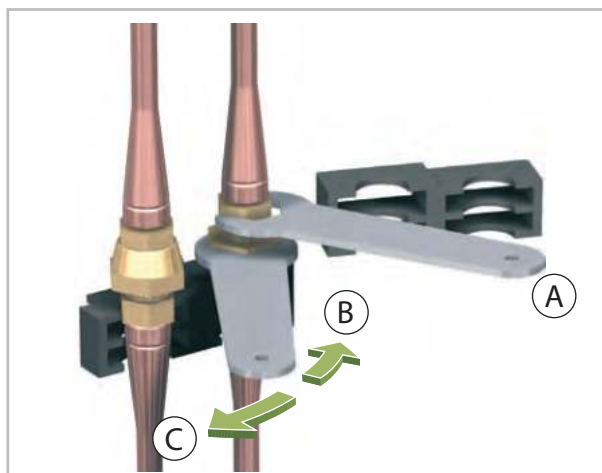

Fig. 15: Dévissage de l'écrou-raccord de droite
11. ➤ Dévissez l'écrou-raccord de droite avec la clé plate jointe SW 24. Résistez au mouvement au niveau du demi-accouplement supérieur avec la deuxième clé plate SW 21 (Voir la Fig. 15).